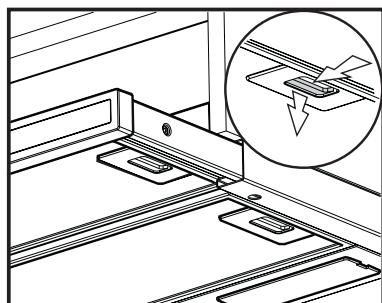

Fig. 1
1. Fest braketene **D** (Fig. 1) til sidepanelet på skapet med to lange skruer for hver brakett (den høyre braketten **R** på høyre side, den venstre brakett **L** på venstre side), og sett braketten kant i kant med undersiden.
2. Fjern det/de skitne fettfilteret/fettfiltrene ved først å trekke håndtaket mot motsatt side av ventilatoren og deretter ned (**Fig. 1**).
2. Fjern fettfilteret/filtrene (**Fig. 1**).
5. Monter fettfilteret/filtrene igjen (**Fig. 1**).